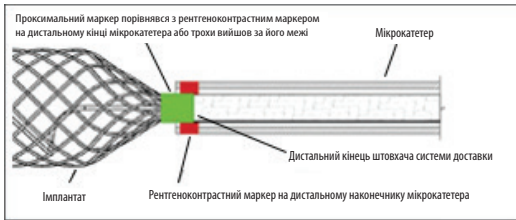

Рисунок 6. Положення маркерних смужок перед від'єднанням
- Під флюороскопічним контролем напрямку повільно просуньте імплантат за межі наконечника катетера. Продовжуйте просувати імплантат до потрібної ділянки, щоб рентгеноконтрастний маркер на проксимальному кінці імплантату порівнявся з рентгеноконтрастним маркером на дистальному кінці катетера або трохи виштовхав його межу. розташовуючи ділянку від'єднання безпосередньо поза наконечником катетера. Див. рисунок 6. За необхідності змініть положення. Якщо розмір імплантату не підходить, вийміть пристрій і замініть його на інший. Якщо після розміщення та перед від'єднанням імплантату рентгеноскопія виявляє небажаний рух імплантату, виділіть імплантат і замініть його на інший, який матиме більш відповідний розмір. Рух імплантату вказує на ризик його зміщення після від'єднання. **НЕ** обертуйте штовхач під час або після доставки імплантату в судинну систему. Обертання штовхача може призвести до пошкодження імплантату або його передчасного від'єднання від штовхача, що може спричинити зміщення імплантату. Крім того, слід провести ангіографічну оцінку перед від'єднанням, щоб переконатися, що імплантат не зачіпає нецільові судини.